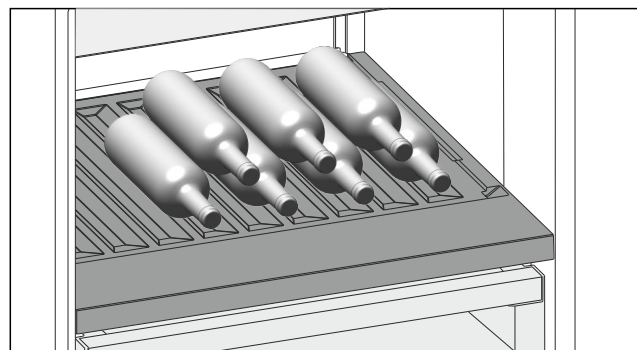

Fig. 104
- ▶ Flaschen mit dem Boden nach hinten zur Rückwand einlegen. (siehe Fig. 104)